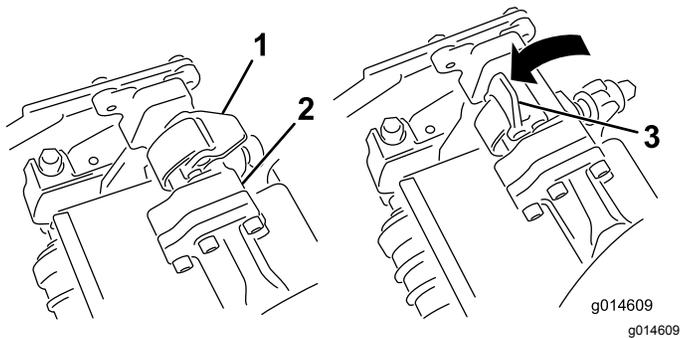
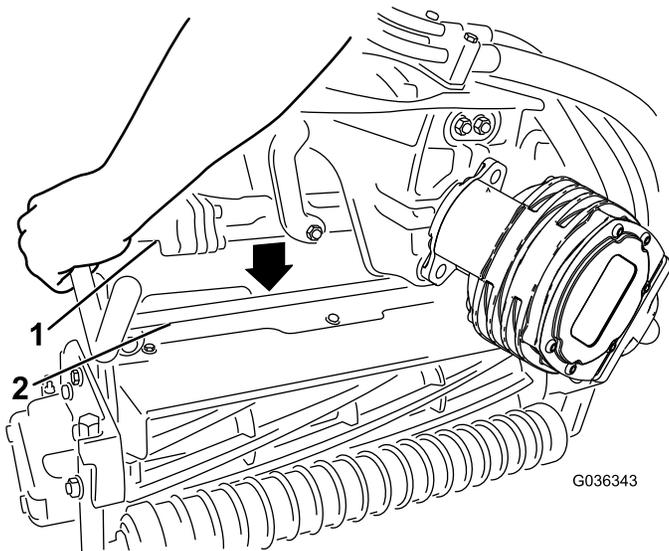

Рисунок 45
Рисунок 46
4. Когда защелки на штанге рычага подвески направлены вверх (т.е. открыты) (**Рисунок 45**), нажмите на рычаг подвески так, чтобы штанга села на поперечный стержень наверху режущего блока (**Рисунок 46**).
5. Опустите защелки и поверните вокруг стержня режущего блока и заблокируйте их (Рисунок 45).
5. Откройте защелки на штанге рычага подвески режущего блока, который необходимо снять (Рисунок 45).